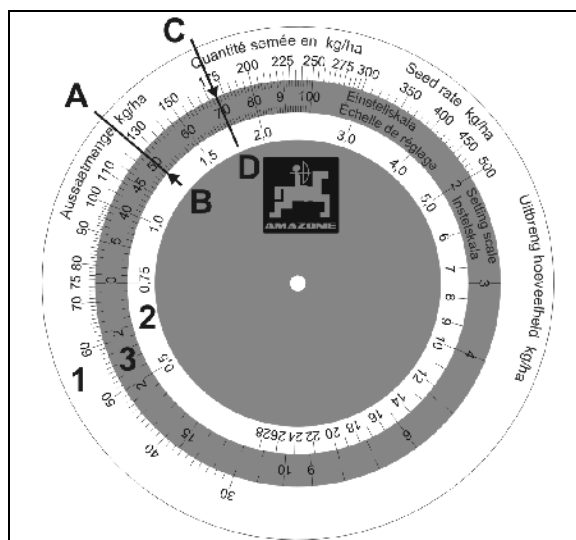

Рис. 101
Логарифмический диск имеет три шкалы: внешней шкалы белого цвета (Рис. 101/1) для всех норм высева свыше 30 кг/га и внутренней шкалы белого цвета (Рис. 101/2) для всех норм высева ниже 30 кг/га. На средней, цветной шкале (Рис. 101/3) указаны положения редуктора от 1 до 100.
2. Значение нормы высева – **125 кг/га** (Рис. 101/A) и положение редуктора – **50** (Рис. 101/B) устанавливаются на логарифмическом диске друг над другом.
3. Теперь с помощью логарифмического диска узнайте значение положения редуктора для нужной нормы высева **175 кг/га** (Рис. 101/C). На нашем примере положение редуктора равно **70** (Рис. 101/D).